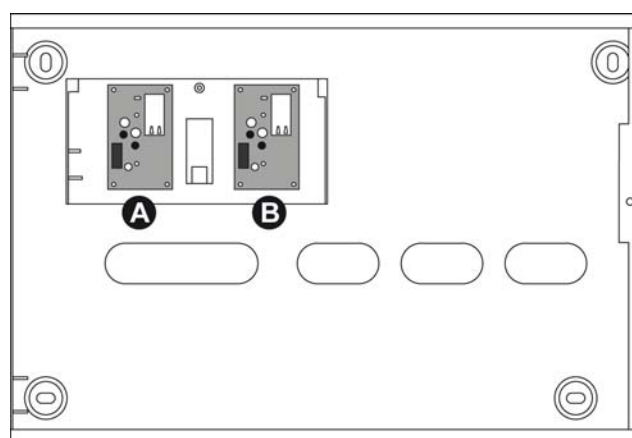
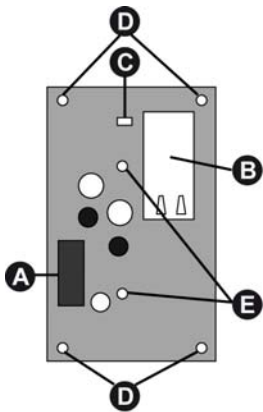
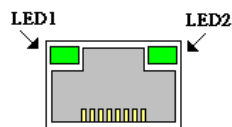

Fig. 2 - MP508M/TG
Fig. 3
Fig. 5
La carte peut être insérée dans la boîte métallique de la centrale, fig.2 en position **A**, **B**.
Attention : avec le Module GSM IMG500, la position admise pour MP508TG est seulement **C** (fig.2) tandis que pour MP508M/TG la position admise est seulement **A** (fig.3).
- POUR BOITE PLASTIQUE : fixer au niveau des **trous D** à l'aide des vis fournies (Fig.3)
- POUR BOITE METALLIQUE : fixer au niveau des **trous E** à l'aide des vis et des entretoises fournies (Fig.3)
- Insérer le câble plat à 10 voies dans le connecteur polarisé en position **A** (Fig.3)
- Insérer le câble Ethernet LAN sur le connecteur RJ45 indiqué comme **B** (Fig.3)
Ensuite, **si le Réseau est présent** la **LED 1** (fig.5) reste allumée fixe et la **LED 2** (fig.5) clignote pour indiquer l'échange des données. Sur la carte de l'interface, la **LED C** (fig.3) s'allume pour indiquer l'adresse correcte et l'état LINK.
Si le Réseau n'est pas présent ou le câble n'est pas inséré correctement après l'initialisation, la **LED 2** (fig.5) clignotera en **Ambre** pendant quelques secondes.